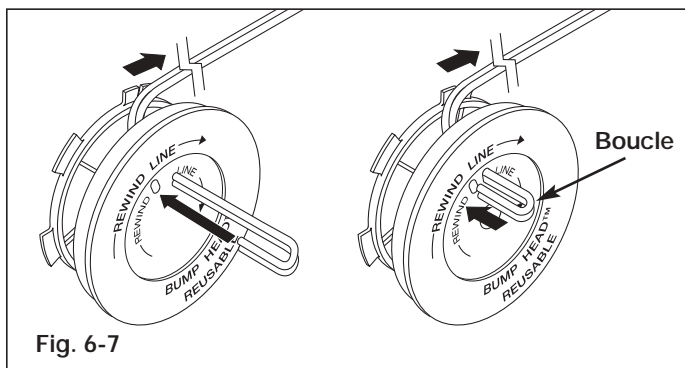

Fig. 6-7
9. Insérez l'extrémité du fil dans le trou ouvert du moulinet et tirez sur le fil pour que la boucle soit le plus petit possible (Fig. 6-7).